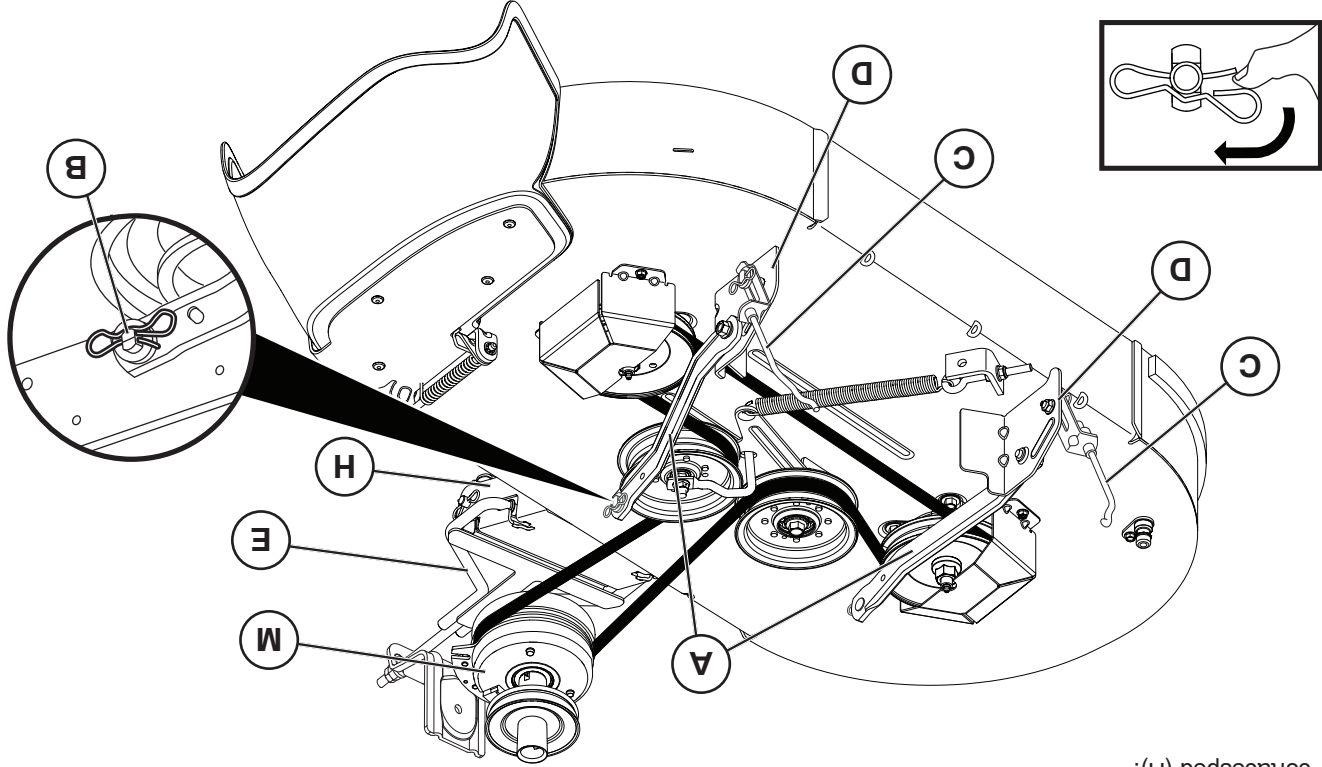

Fig. 22
(Vea Fig. 22)
- Retire la cinta de la cortadora de césped de la polea del embrague eléctrico (M). Consulte Retiro De Cinta Del Impulsor De La Cortadora De Césped en "COMO REEMPLAZAR LA CINTA DEL IMPULSOR DE LA CUCHILLA DE LA CORTADORA DE CÉSPED" en esta sección.
- Por uno de los lados de la cortadora, desconecte el brazo de suspensión de la cortadora (A) del chasis y la pieza de unión posterior (C) de la barra posterior de la cortadora (D) – retire los resortes de contención y las arandelas.
- Desconecte el eslabón delantero (E) del soporte frontal del cortacésped (H).
- ## INSTALE LA SEGADORA (Vea Fig. 22 - 27)
**AVISO:** Cerciórese de que los brazos de suspensión de los lados de la segadora (A) estén dirigidos hacia adelante antes de deslizarla por
- FÍJE LOS BRAZOS DE SUSPENSIÓN LATERALES DE LA CORTADORA (A) AL CHASIS - Ubique el orificio del brazo encima de la clavija (B) que hay en la parte exterior del chasis del tractor, y fíjelo con una resorte de contención.